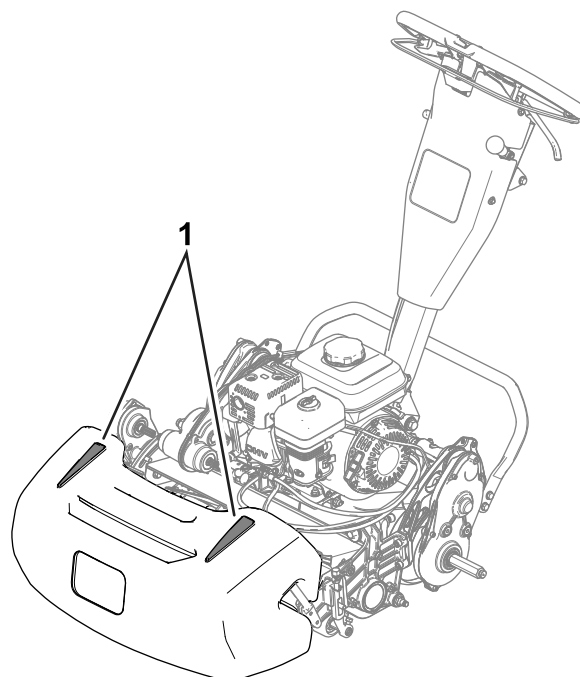

Figure 26
- Pour vous aider à travailler en ligne droite en travers du green et à maintenir la machine à égale distance du bord de la passe précédente, servez-vous des bandes d'alignement sur le dessus du bac à herbe (Figure 26).